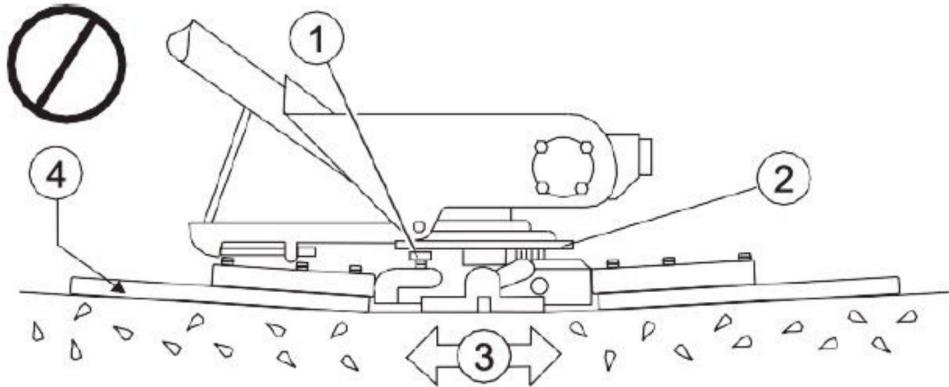

FIG. 17
13.2.2 Vinkla knivarna så plant som möjligt. Justeringsbultarna ska alla knappt komma i kontakt med den nedre slitplattan på spiderboxen. Om man inte tar kontakt kommer justering att behövas. (FIG. 17, FIG. 4).
### **13.2 Justering av glättararm Fortsättning FIG.17 visar**